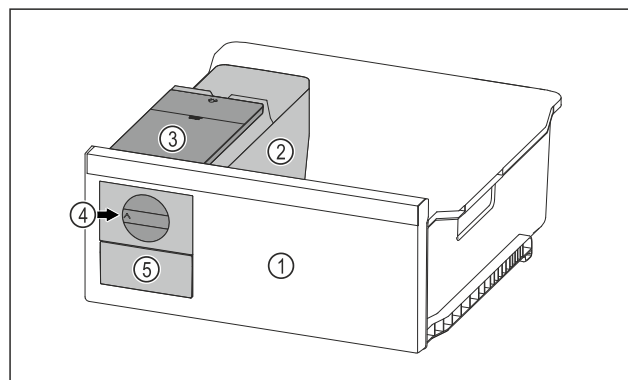

Fig. 128 Ілюстративне зображення
- Поворотну ручку Fig. 128 (4) повернути за годинниковою стрілкою до упору.
- Кубики льоду випадають із ванночки для кубиків льоду у висувний ящик для кубиків льоду Fig. 128 (5). Якщо не всі кубики льоду виймаються з ванночки для кубиків льоду: